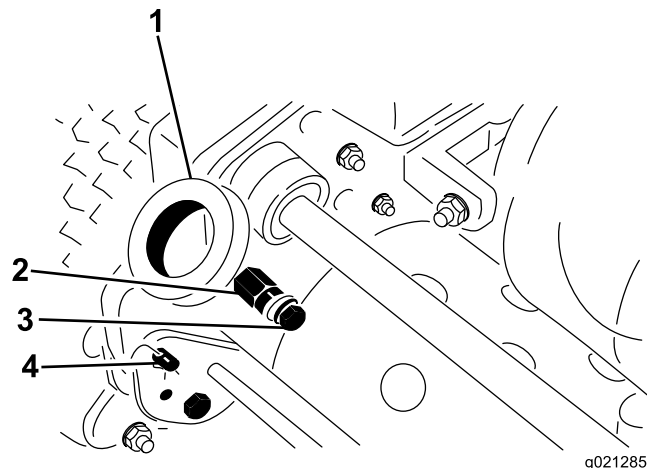

図 2
1. ハンドルアームの下部を機体両側に固定しているボルト、ロックナット、ワッシャを取り外す図 2。
2. ハンドルアームをフレーム後部に固定しているヘアピンコッターとリングピンを取り外す図 2。
3. ハンドルの各端をハンドルアームの穴に差し込み、取り付けピンとハンドルの穴を整列させる図 2。
1. 機体左右のリングピンからヘアピンコッターを抜き取る図 2。
2. ハンドルを支えながら、左右のリングピンを抜き、ハンドルを希望の高さにセットする図 2。